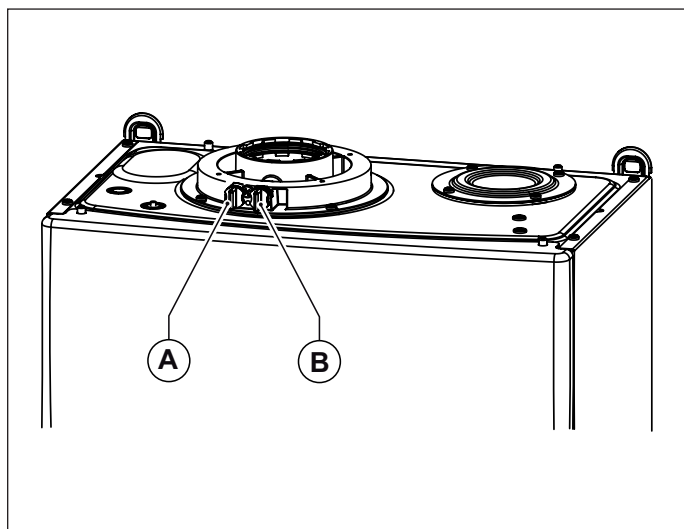
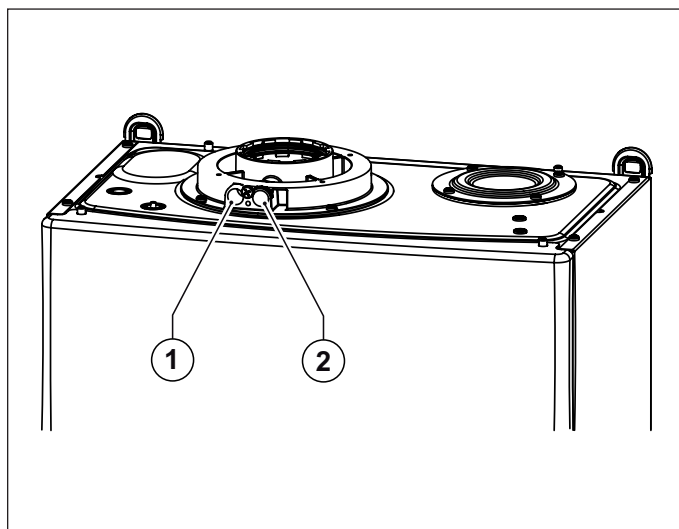

Fig. 20 Posizione tappi
Fig. 21 Posizione fori
La caldaia è provvista di una torretta per il collegamento della tubazioni di aspirazioni aria/scarico fumi (vedi Fig. 20 Posizione tappi e Fig. 21 Posizione fori).
Nella torretta sono stati predisposti dei fori per l'accesso diretto all'aria comburente ed allo scarico dei fumi (vedi Fig. 21 Posizione fori).
Prima di effettuare le misurazioni togliere i tappi **A** e **B** dai fori predisposti sulla torretta (vedi Fig. 20 Posizione tappi).
- misura dell'aria comburente prelevata nell'apposito foro **1** (vedi Fig. 21 Posizione fori).
- misura della temperatura fumi e della CO₂ prelevata nell' apposito foro **2** (vedi Fig. 21 Posizione fori).